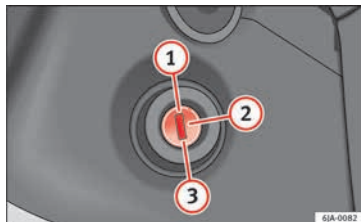

Abb. 172 Positionen des Zündschlüssels
- Während der Fahrt mit stehendem Motor muss der Zündschlüssel immer in der Stellung ② » **Abb. 172** » Seite 165 (Zündung eingeschaltet) sein. Diese Stellung wird durch Aufleuchten von Kontrollleuchten signalisiert. Wenn das nicht der Fall ist, könnte es unerwartet zur Verriegelung der Lenkung kommen - Unfallgefahr!
- Der Anlasser darf nur betätigt werden (Zündschlüsselstellung ③) » **Abb. 172** » Seite 165), wenn der Motor steht. Wird der Anlasser bei eingeschaltetem Motor betätigt, kann er beschädigt werden.
- Kupplungspedal ganz durchtreten und Motor starten **③** » » **Abb. 172** » » Seite 165, ohne das Gaspedal zu betätigen. Halten Sie das Kupplungspedal getreten, bis der Motor anspringt.
- Sobald der Motor anspringt, lassen Sie den Zündschlüssel los. Der Schlüssel springt in die Stellung **②** zurück.
- Sollte der Motor nach ca 10 Sekunden nicht anspringen, drehen Sie den Schlüssel wieder in die Position **①**. Wiederholen Sie den Versuch nach ca. 30 Sekunden.
Den Motor schalten Sie durch Drehen des Zündschlüssels in Stellung **①** » » **Abb. 172** » » Seite 165 aus.